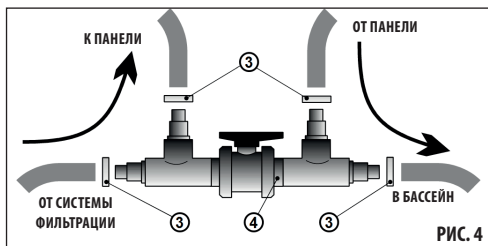

РИС. 4
- 2) Ручной байпас (4) – при его наличии соедините его со шланговыми патрубками панели. Соединения осуществляйте при помощи шлангов и хомутов для шлангов (3) – см. **РИС. 4**.
- 5) Идущие от системы фильтрации соедините с патрубком для шланга на одной стороне ручного байпаса (4).
- 6) При помощи следующего нового шланга соедините шланговый патрубок ручного байпаса (4) с возвратной форсункой бассейна.
- 7) Проверьте шланговые соединения и подтяните хомуты для шлангов (3).